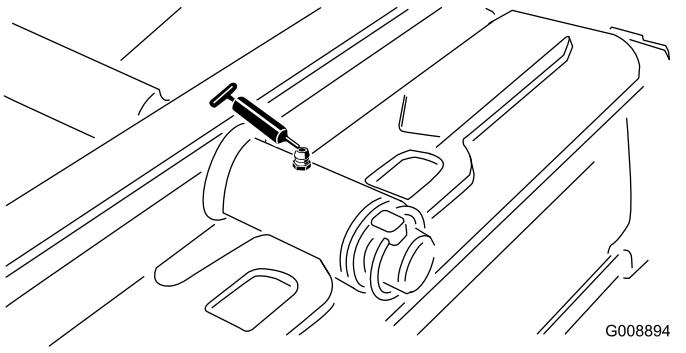

Figure 45
- Pivot d'unité de coupe arrière (Figure 45)